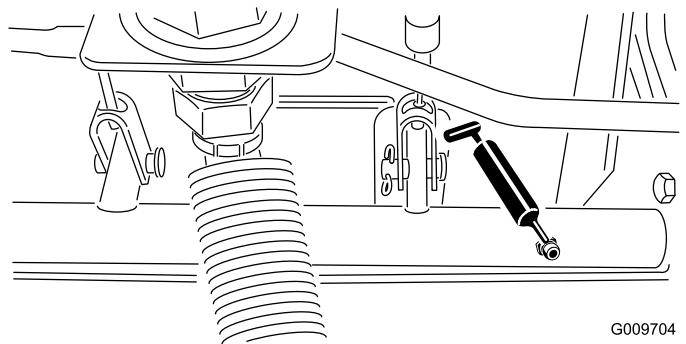

Figura 19
- Cojinetes del pivote del eje de freno (5) (Figura 19)